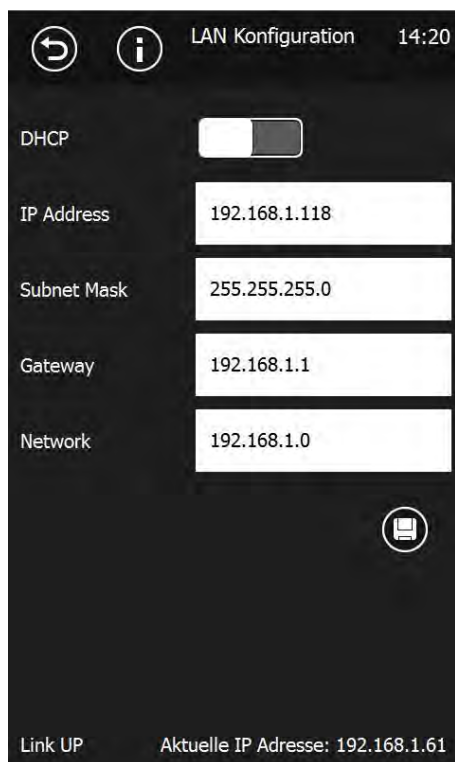

Fig. 10: Konfiguration LAN-nätverk
7. Ange värden för (se Fig. 10)
Aktuell anslutningsstatus visas i raden längst ner på bildskärmen (se Fig. 10)